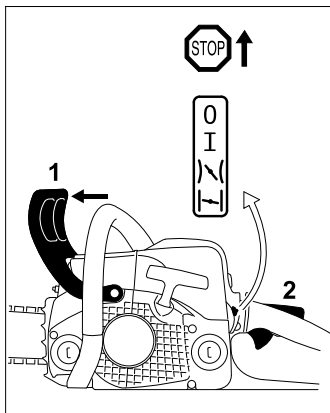

Рис. 48
- Защиту руки (рис. 48, поз.1) отжать вперёд – пильная цепь заблокирована
- Стопор рычага газа (рис. 48, поз. 2) и рычаг газа нажать одновременно и оба рычага удерживать нажатыми – отрегулировать комбинированный рычаг